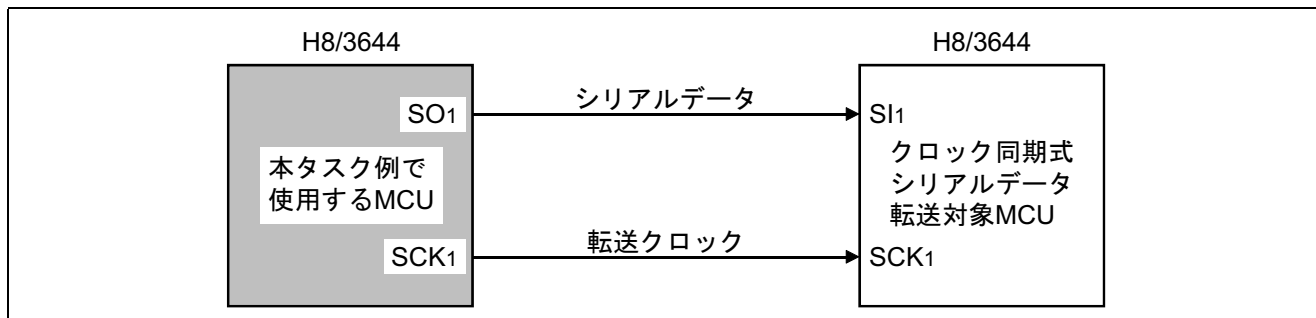

図1 クロック同期式シリアルデータ送信
- (1) 図1に示すようにクロック同期式シリアル転送機能を使用して4バイトの8ビットデータを送信します。
- (2) 転送クロックは、内部クロックを使用し12.8 μ sの転送クロック周期でデータを転送します。
- (3) 送信するデータのデータ長は8ビットで、データの最下位ビットから送信するLSBファースト方式による送信を行います。